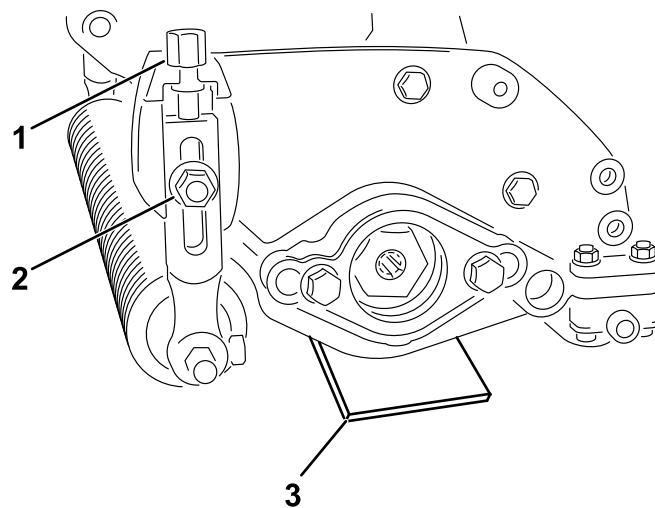

Figura 8
2. Coloque uma barra indicadora com a altura desejada da lâmina acima do solo, sob cada extremidade da unidade de escarificação (Figura 8).
3. Com ambos os rolos em contacto com a superfície nivelada, desaperte ambas as porcas flangeadas (Figura 8).
4. Rode os parafusos de ajuste da altura de corte até ambas as extremidades do escarificador estarem próximas da superfície nivelada (Figura 8).